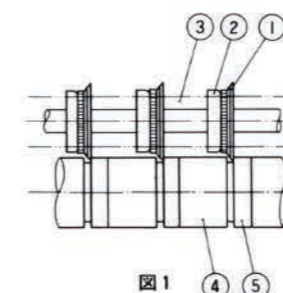
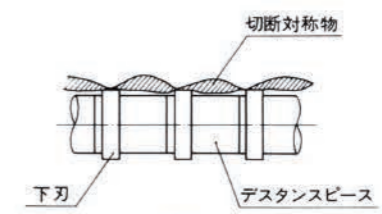

図1
図2
ハサミ式ナイフ規格品は、図1に示す通り、セットピン①の軸を中心に運動する様、組立された物で、シート状の紙、フィルム等を切断する様、規格化された物である。
- 作動例1. 図1の矢指A、B. を利用し刃物を固定する。又セットピン①も固定した方が良い。NP-S-M-Hの運動は、ネジ穴を利用し図2の矢指方向の往復運動をあたえ作動させる。
長いハサミの場合、図1矢指Cを利用し、スプリング等で引き、かみ合せの手助けをすると良い。
①、②、双方共、ハサミの調整は図1、⑤一ハナットによって締付調整します。
- 図1. 刃物をホルダーに、締付、固定する。
- 図2. 刃物、両端にピンなどを取付、刃がたるまない様引張って固定する。
- 例1. 図1の様に取付けた刃物を矢印方向に運動させることにより切断する方法。
- 例2. 図2の矢印方向に、パイプレーションをあたる事により、より切味をます事が出来る。
スリッター上刃①を、ホルダー②に取付、図1の様に組合せ取付をする。ホルダー②は、固定式、移動式、とがあり、固定式の場合、ディスタンスピース③を使用し、下刃と同じ様に、取付を行う。
- (2) 切断対称物が図2の様な形状の場合、スリッター下刃の外径より、ディスタンスピースの外径を小さくすると良い。
- (3) スリッターの組合せ、④寸法1~3mm位、⑤寸法、刃物が合わさった時より0.1~0.3位、押しあてる。